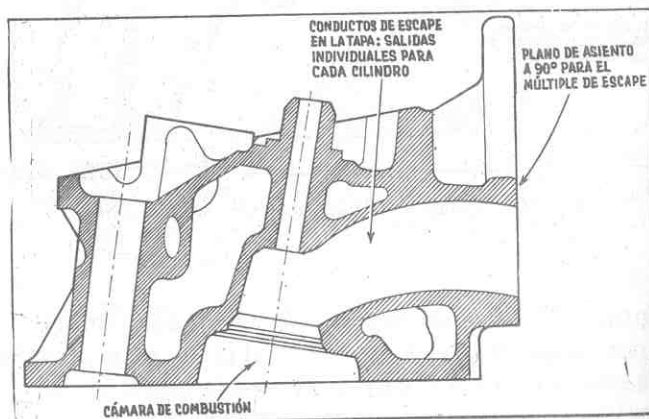

Fig. 12.— Conductos de escape del motor 221 SP.
*Motor 221 SP.* Son suavemente curvados también, pero más cortos que los del motor 221. El plano de acoplamiento de las salidas está a 90° con respecto a la superficie de apoyo de la tapa. Las salidas son individuales para cada cilindro (fig. 12).